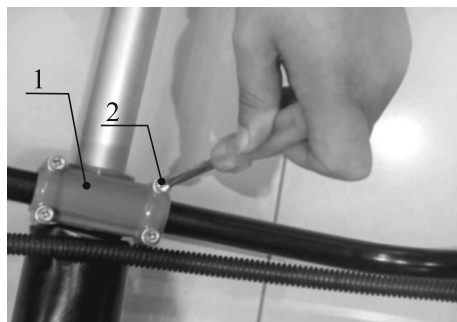

Рис. 3
- 2). Наложите сверху дополнительный кронштейн (поз. 1, рис. 3) и слегка закрепите соединение винтами крепления (поз. 2, рис. 3).